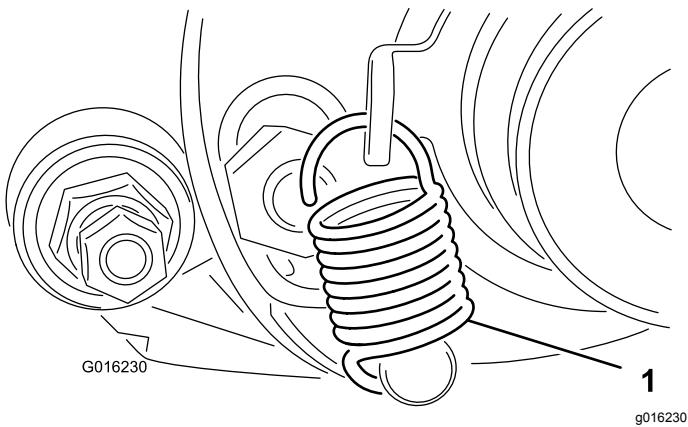

Bild 15
35. Drehen Sie die Spannscheibe, bis Sie die Feder des Ganghebels in das Loch in der Riemscheibenhalterung und über den Bolzen einhaken können, wie in **Bild 15** dargestellt.